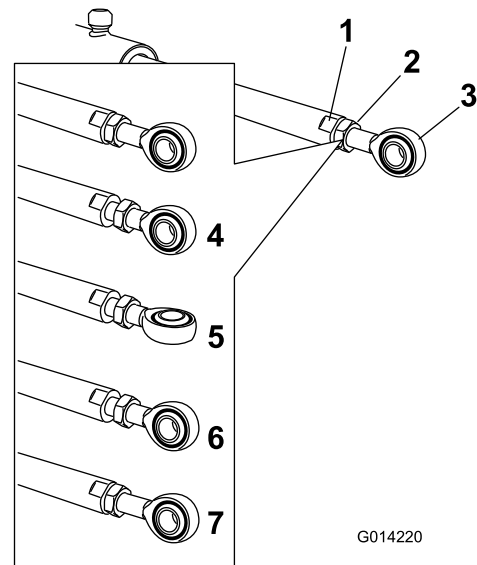

Figure 110
5. Placez une clé sur les méplats de la tige de vérin pour l'immobiliser, puis desserrez l'écrou de blocage pour pouvoir ajuster la tige à œillet (Figure 110).
6. Tournez la tige à œillet dans la tige du vérin pour raccourcir ou allonger le vérin déployé à la position voulue (Figure 110).